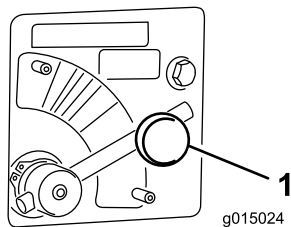

Bild 33
1. Lösen Sie das Handrad, mit dem der Steuerventilgriff befestigt ist (Bild 33).
2. Drehen Sie das Streuerventil auf die gewünschte Farbe (Bild 33).
Stellen Sie den Streuerventilgriff auf den Abschnitt **BLAU** (Höchstgeschwindigkeit) (Bild 33). Wenn der Hebel ganz nach rechts gedreht ist, sollte er horizontal sein.